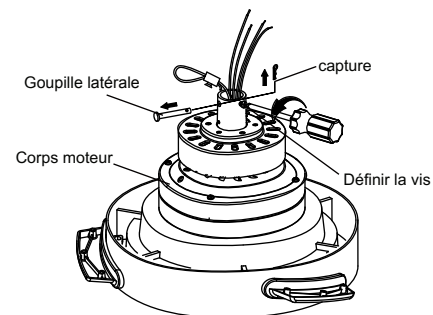

Fig. 5
Étape 1. Retirez l'agrafe, la broche transversale et deux vis de jeu du couplage supérieur du corps moteur, et économisez pour une utilisation ultérieure sur l'étape 4. (Fig. 5)